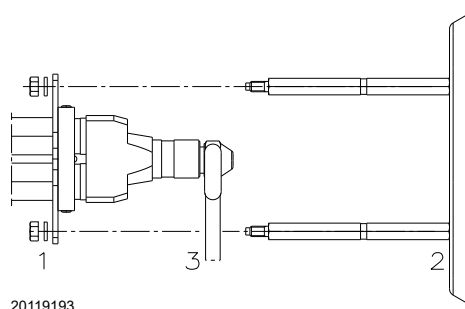

Fig. 15
À ce stade de l'installation le brûleur est encore séparé de l'embout ; il est donc possible de monter le gicleur avec la clé à pipe 1)(Fig. 15) en passant de l'ouverture centrale du disque de stabilité de la flamme. Ne pas utiliser des produits pour l'étanchéité : joints, ruban ou mastics. Faire attention à ne pas abîmer ou rayer le logement d'étanchéité du gicleur.
- retirer les écrous 1)(Fig. 15) et le disque 2).
- Remplacer le gicleur avec la clé 3)(Fig. 15).